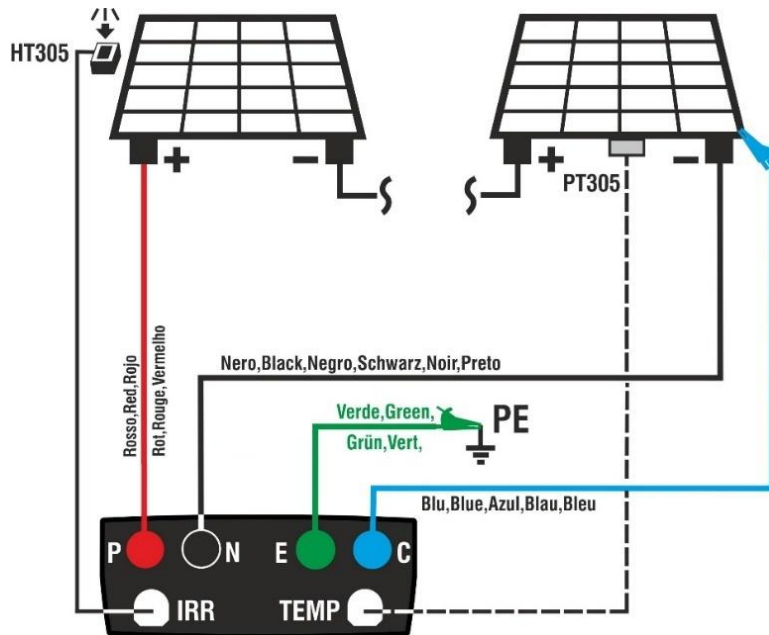

Fig. 12: Connexion pour test IVCK sans unité remote et mesure de rayonnement direct
7. Connecter l'instrument au module/chaîne en cours d'essai et, le cas échéant, au nœud principal de mise à la terre de l'installation et aux masses métalliques mises à la terre comme indiqué dans la Fig. 12. En particulier, connectez le pôle négatif sortant du module/chaîne à la borne N, le pôle positif sortant du module/chaîne à la borne P, la cellule de référence HT305 à l'avant du module et le possible sonde de température PT305 à l'arrière du module.